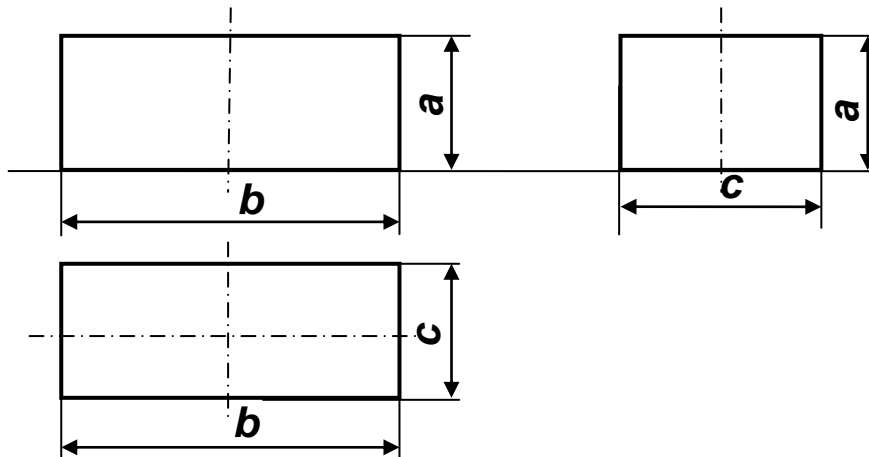

Рис. 4.5
1). Выполнить компоновку чертежа. Для этого на поле формата наметить расположение каждого вида с учетом габаритных размеров детали, соблюдая проекционную связь. Если изображения детали на соответствующие плоскости проекций симметричны, то в построенных габаритных изображениях провести осевые линии. На плоскостях проекций это будут прямоугольники, стороны которых соответственно равны габаритным размерам (рис. 4.5). На фронтальной плоскости проекций – длина b и высота a , на горизонтальной – длина b и ширина c , а на профильной плоскости проекций – это высота a и ширина c .